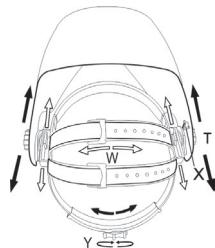

рис. 5
1. Длину окружности оголовья можно увеличить или уменьшить, вращая ручку с нажатием на затылочной части оголовья (см. «Y» на рис. 5). Данная процедура выполняется при надетой сварочной маске и позволяет получить натяжение, необходимое для надежной фиксации сварочной маски на голове.
2. Если наголовник сидит на голове слишком высоко или слишком низко, отрегулируйте ремень, который проходит через макушку. Для этого ослабьте конец ремня, выдавив стопорный штифт из отверстия на ремне. Переместите две части ремня относительно друг друга требуемую длину и вставьте стопорный штифт обратно (см. «W» на рис. 5).
1. Ослабьте гайки-фиксаторы (см. «T» на рис. 5) и двигайте маску к или от вашего лица. Убедитесь, что расстояние между обоими глазами и светофильтром одинаковые, чтобы избежать неравномерного затемнения светофильтра.